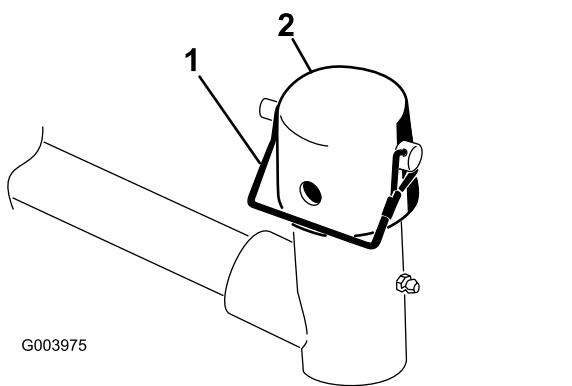

Bild 9
- 9. Nehmen Sie den Einraststift und die Kappe vom Gelenkjoch des Hubarms ab (Bild 9).